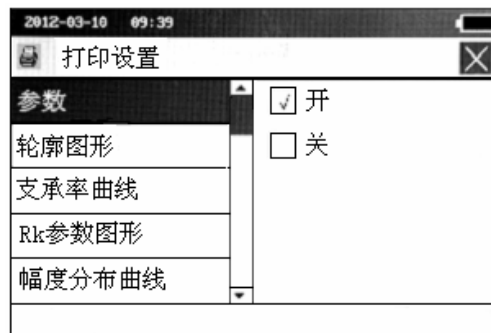

图 2-26 打印设置
- ◆ 打印设置状态见图 2-26，左侧为打印项目，右侧为设置状态，如果状态为“开”，则打印时打印该项，否则不打印。